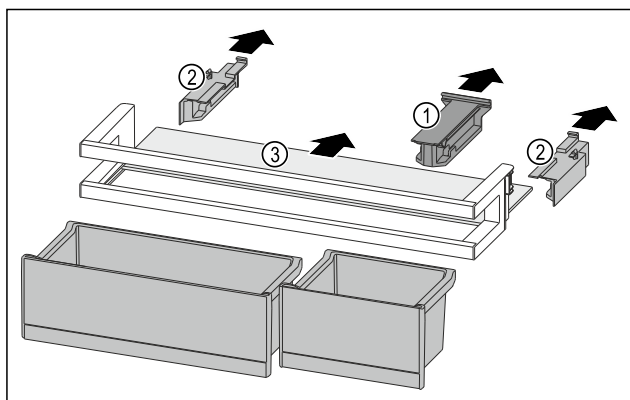

Fig. 260
- ▶ Zdjąć element trzymający Fig. 260 (1).
- ▶ Zdjąć elementy boczne Fig. 260 (2).
- ▶ Wyjąć półkę Fig. 260 (3).